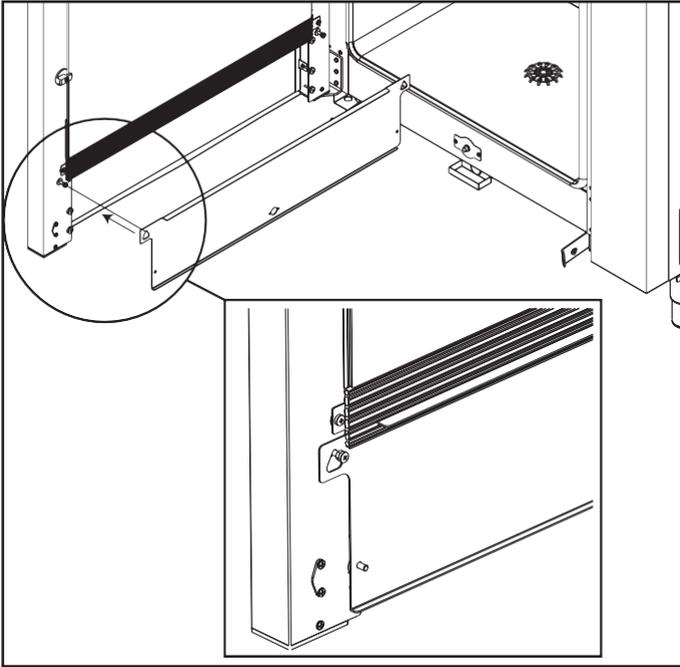

fig.2
- перед началом цикла приготовления пищи удалите вставку (если она использовалась для процесса предварительного нагрева) и загрузите тележку в камеру; (рис.2)